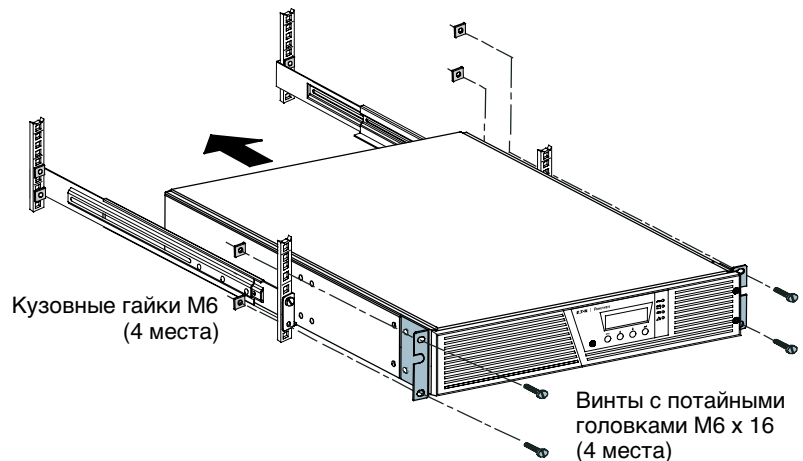

Рисунок 7. Крепление передней части корпуса
12. Закрепите переднюю часть ИБП в стойке с помощью М6 х 16 круглой головкой и двух кузовных гаек с каждой стороны (см. Рисунок 7). Установите нижний винт с каждой стороны через нижние отверстия в крепежной скобе и направляющей.